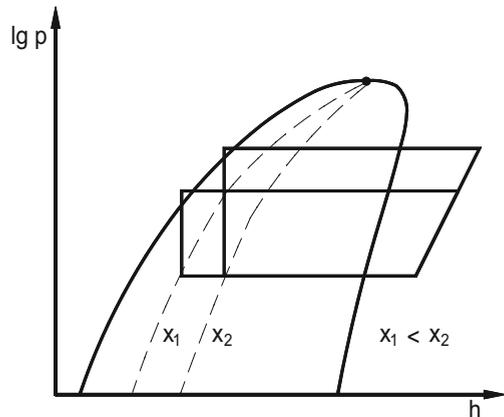

Abb. 1.1 Beeinflussung des Drosseldampfgehaltes  $x$  am Drosselorganaustritt
5. Im  $\lg p, h$ -Diagramm in Abbildung 1.1 sind zwei Kältemittelkreisprozesse eingetragen. Werten Sie den Einfluss der deutlich veränderten Betriebskenngrößen auf den Betrag des Drosseldampfgehaltes  $x$ .